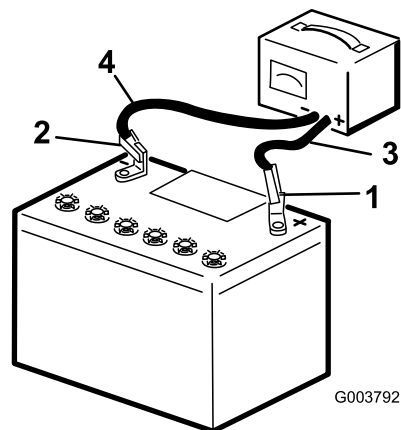

Figura 78
3. Ligue o cabo positivo do carregador da bateria ao polo positivo da bateria (Figura 78).
4. Ligue o cabo negativo do carregador da bateria ao polo negativo da bateria (Figura 78).
6. Quando a bateria estiver totalmente carregada, desligue o carregador da fonte elétrica e em seguida desligue os cabos do carregador dos polos da bateria (Figura 78).